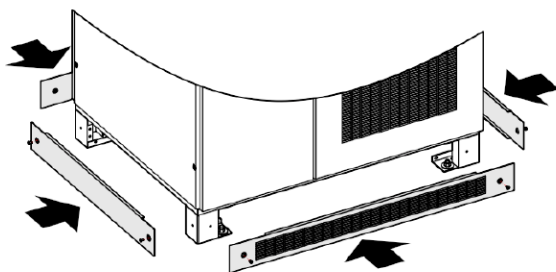

Figura 3-13 Instalación de los paneles del faldón inferior
Paso 5: Una vez finalizada la instalación, vuelva a instalar los paneles del faldón inferior en sus lugares originales en el orden indicado en la figura 3-13.